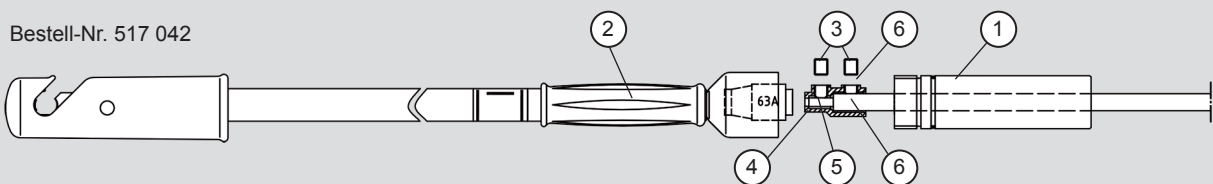

Abb. 8
8. Austausch des Sicherungsgehäuses (Bestell-Nr. 517 008 18) - Abb. 8
- Schrauben Sie das Sicherungsgehäuse (1) von der Stromentnahmestange (2) ab.
- Schrauben Sie die beide Gewindestifte (3) aus der Klemmhülse (4) und ziehen Sie den Phasenleiter aus der Klemmhülse.
- Schieben Sie das neue Sicherungsgehäuse lagerichtig (Aufschraubgewinde in Richtung Leitungsende) auf den Phasenleiter und stecken Sie das Ende des Phasenleiters bis zum Anschlag in die Klemmhülse. Verklemmen Sie den blanken Phasenleiter (5) und die Isolierung (6) getrennt mit beiden Gewindestiften. Ziehen Sie beide Gewindestifte mit einem geeigneten Schraubendreher handfest an. Dadurch wird die Isolierung zugentlastet verklemmt.